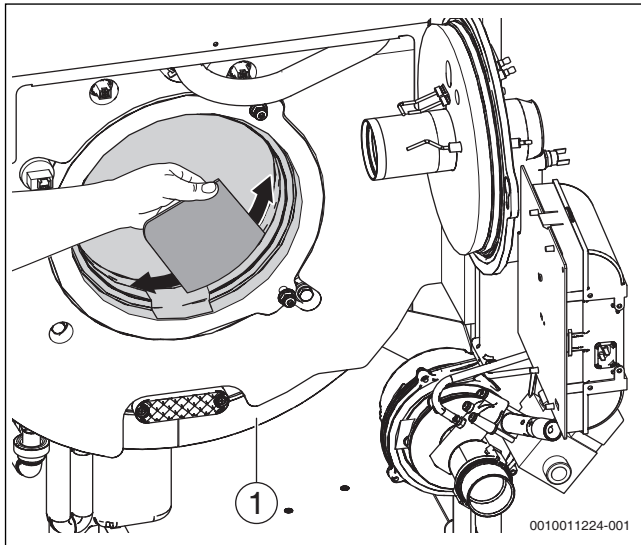
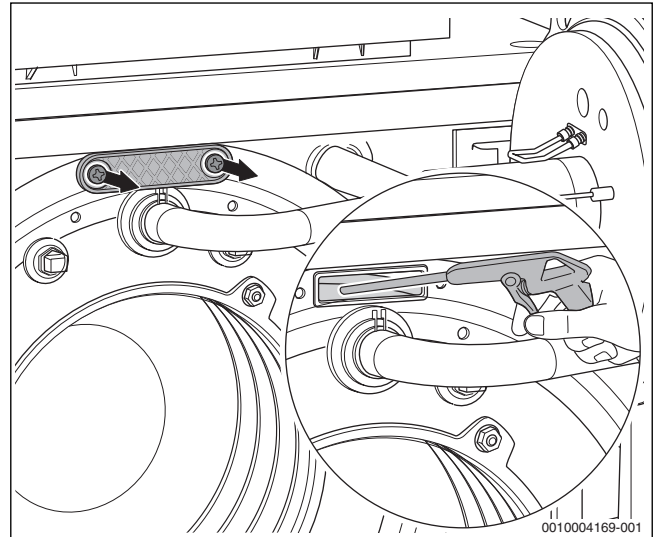

Bild 71 Heizgasspalte mit Reinigungsspachtel reinigen
Bild 72 Wärmetauscher mit Sprühlanze reinigen
- ▶ Reinigungsdeckel (→ Bild 71, Seite 42, [1] und Bild 72) abnehmen.
- ▶ Heizgasspalte mit Reinigungsspachtel reinigen (→ Bild 71, Seite 42).